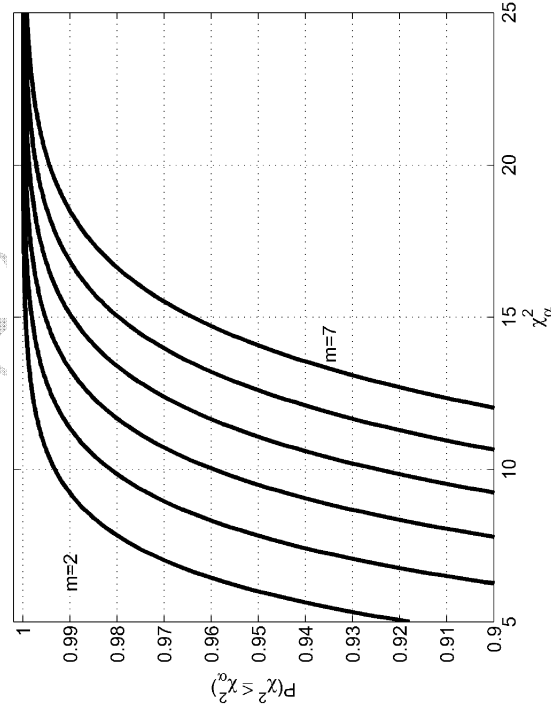

Bild 2: Wahrscheinlichkeiten von $\chi^2 \leq \chi^2_{\alpha}$ bei m Freiheitsgraden
- Die Wahrscheinlichkeiten von $\chi^2 \leq \chi^2_{\alpha}$ finden Sie in Bild 2.